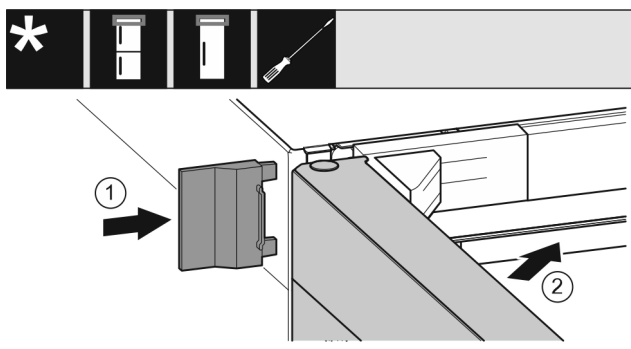

Fig. 66
- ▶ 插入外盖 Fig. 66 (1)。
- ▶ 关闭冰箱上方门 Fig. 66 (2)。